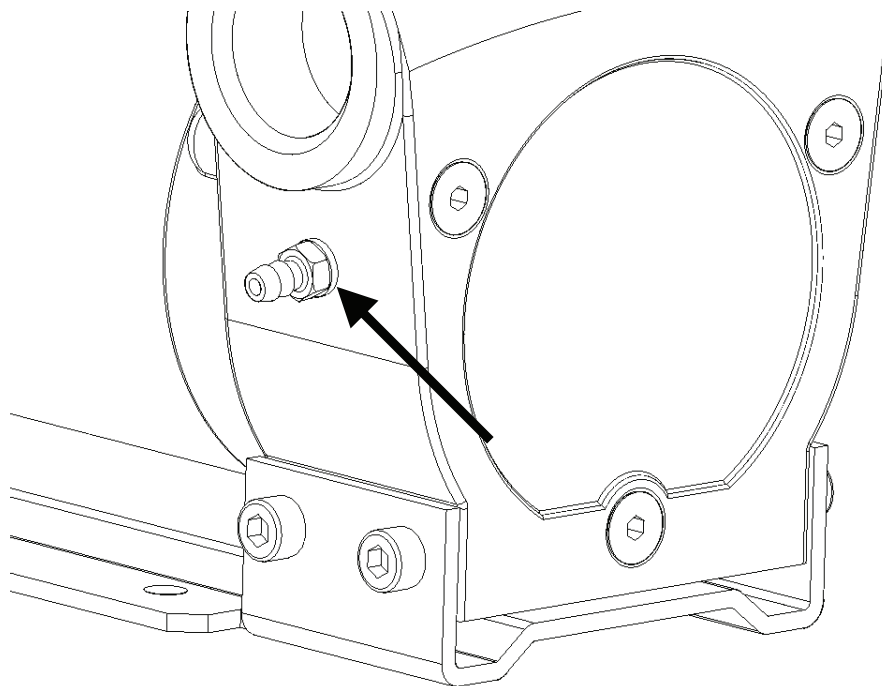

Fig. 3-2: Raccordo filettato per la protezione del sifone avvitato
- Avvitare su questo filetto il raccordo filettato fornito insieme alla pompa insieme alla nuova guarnizione (vedere fig. 3-2).